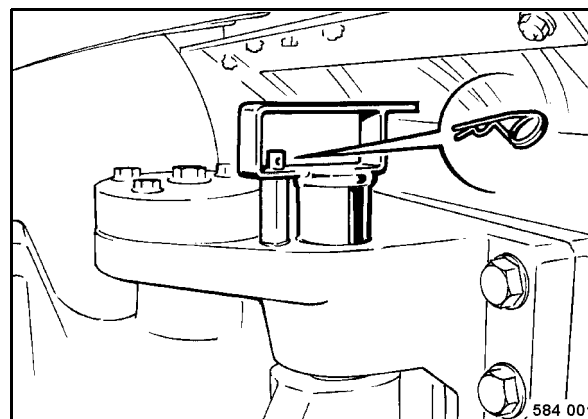

Fig. 65
- Sacar el pasador elástico (Fig. 65).